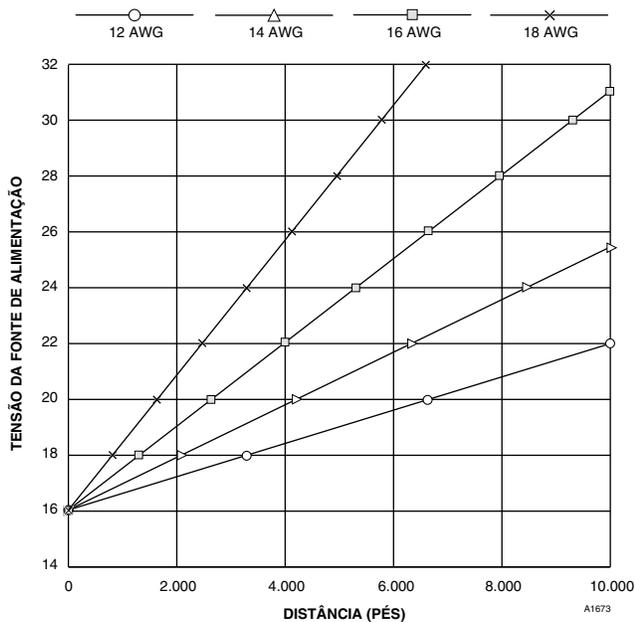

Figura 2 — Requisitos de cabeamento do Transmissor para Modelos tóxicos e de oxigênio com relés
- Figura 2 — Requisitos de cabeamento do Transmissor para Modelos tóxicos e de oxigênio com relés